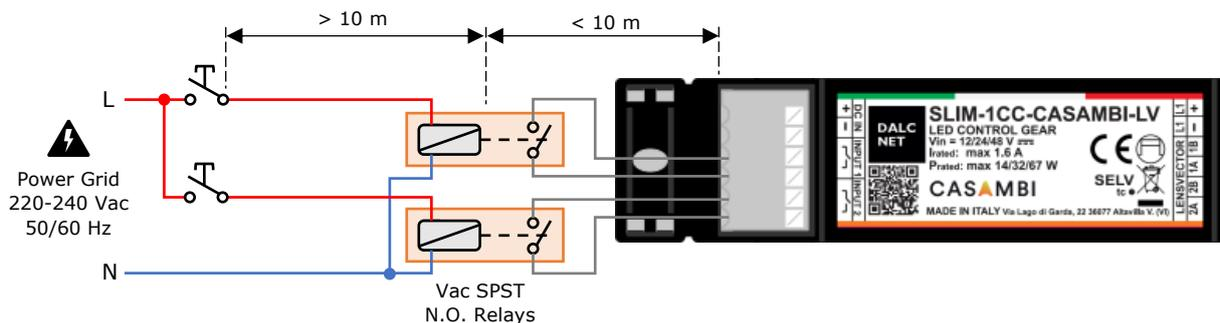

Figura 4: Schema di collegamento del comando locale per le lunghe distanze
- ⚡ Per distanze maggiori (>10 m), si consiglia di utilizzare un modulo relè a contatto pulito N.A., collegato tra il terminale "Input" dello SLIM-1CC-CASAMBI-LV e la fonte di alimentazione (es. tensione di rete 230 Vac). Figura 4 mostra un esempio di connessione con comando locale consigliata per lunghe distanze.